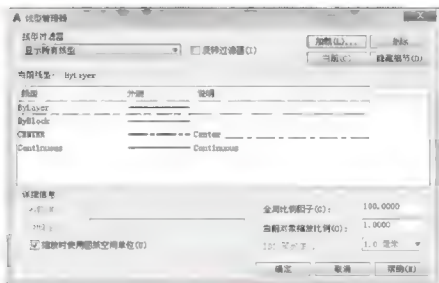

图 5.75 设置线型比例
(1) 执行菜单栏中的【格式】|【线型】命令，打开【线型管理器】对话框，如图 5.75 所示。该对话框中的【全局比例因子】为“100”，【当前对象的缩放比例】为“1”。